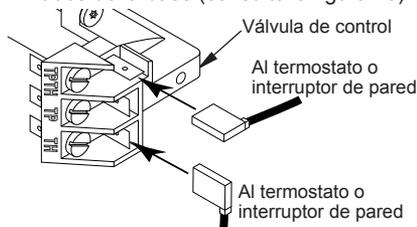

Figura 24 - Conexión de las terminales de los cables
2. Conecte una de las terminales del cable de 7.62 m (25 pies) a la terminal "TH" de la válvula de control. Conecte la otra terminal a la terminal "THTP" de la válvula de control. Consulte la figura 24.
2. Conecte una de las terminales del cable de 7.62 m (25 pies) a la terminal "TH" de la válvula de control. Conecte la otra terminal a la terminal "THTP" de la válvula de control. Consulte la figura 24, en la página 18.